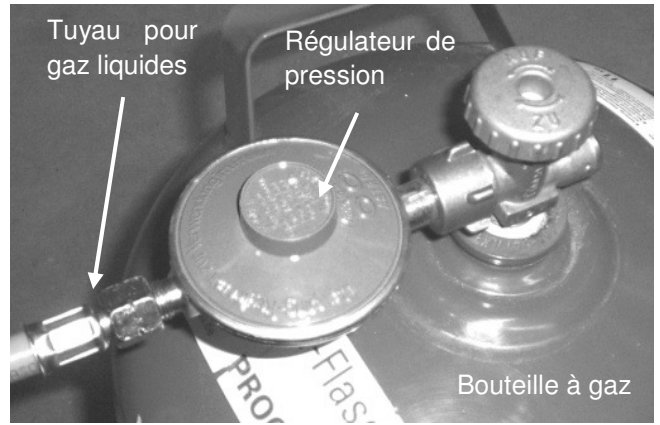

Fig. 1 : raccord à la bouteille à gaz
Que faire si la flamme d'allumage s'éteint après relâchement du bouton d'allumage (pos 2, fig. 1) ?